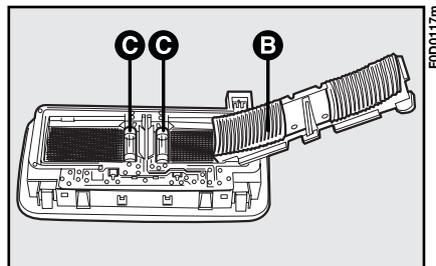

fig. 30
2) soulever le cache **B-fig. 30** et enlever la lampe grillée. **C**;